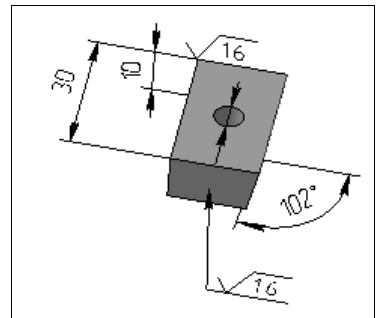

Рис. 29.15. Варианты размещения обозначения шероховатости поверхности
- ◆ нажмите кнопку **Создать объект**. Система ввела обозначение шероховатости. В Дереве модели появился новый элемент, **Обозначение шероховатости: 1**. У вас должно получиться, как на рис. 29.15.